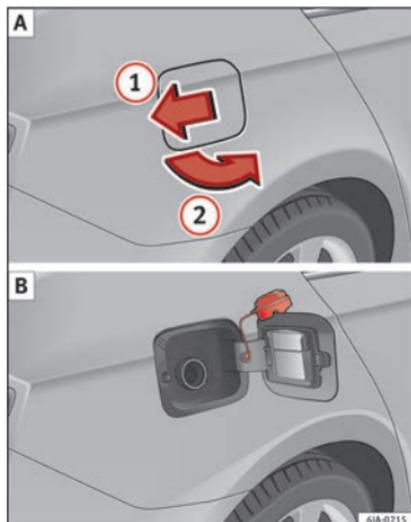

Fig. 202 Arrière du véhicule, côté droit : trappe à carburant/trappe à carburant avec bouchon dévissé.
Un autocollant placé sur la face intérieure de la trappe à carburant indique le type de carburant approprié pour votre véhicule, ainsi que la taille du pneu et la pression de gonflage de celui-ci »» fig. 202 B.
- Appuyez sur la trappe à carburant dans le sens de la flèche ① »» fig. 202.
- Ouvrez la trappe dans le sens de la flèche ②.
- Dévissez le bouchon de fermeture du réservoir à carburant vers la gauche et placez-le au-dessus de la trappe à carburant »» fig. 202 B.
- Une fois le véhicule déverrouillé à l'aide du verrouillage centralisé, appuyez sur la trappe à carburant dans le sens de la flèche ① »» fig. 202.